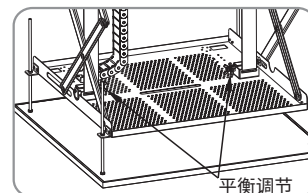

图15
11. 调节左右平衡，由于投影机的重心不一定在中间，或者由于升降布带的松紧不一致，有可能出现左右两侧不平衡的情况，你可以通过调节布带长度的方法令安装板处于平衡状态（图15）。